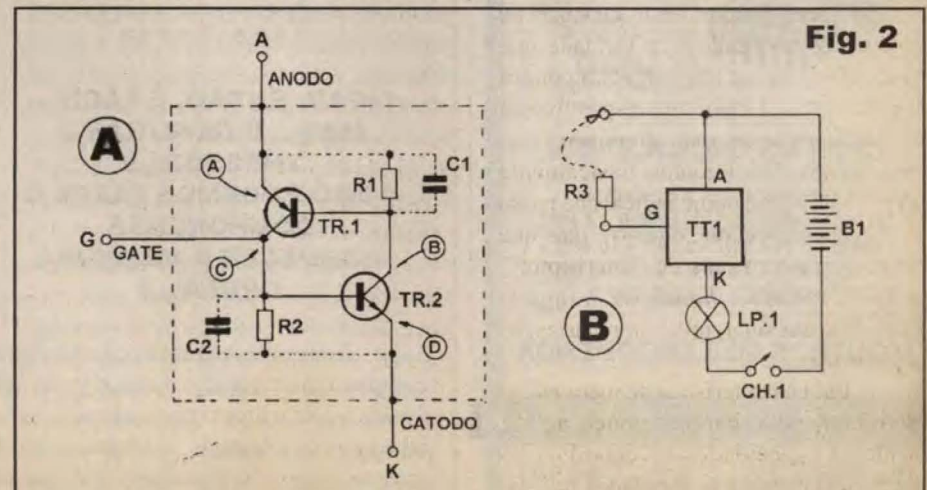

FIG. 2 - DETALHANDO A SIMULAÇÃO DE UM TIRISTOR A PARTIR DE TRANSÍSTORES
Falou, Cidão...! Ocorreu realmente a falha de desenho por você indicada, tanto que estamos republicando (ver **FIG. B**) o citado esquema, que deve ser considerado pelo caros Leitores no lugar da original **FIG. 1 - PÁG. 20 - APE 80**...! Se o indicado pino 14 do 4013B não for ligado à linha de alimentação (positivo, 12 VCC...) nem o dito integrado, nem o circuito como um todo, funcionarão...! Além da sua atenção (da qual não duvidamos, pois como todo bom baiano você deve ser do tipo que "finge estar ouvindo o Olodum" mas - na verdade - está fiscalizando tudinho à sua volta...), colaborou para ter encontrado o lapso o fato de ter realizado a montagem em matriz de contato, a partir - diretamente - do esquema, com o que ficou logo óbvia a falta da conexão da alimentação positiva do 4013B (via pino 14 do dito cujo...). Agradecemos a você pelo cuidado e colaboração, e pedimos desculpas a todos pelo erro (fazemos o possível para que não ocorram, mas somos humanos e longe-longo, damos nossas escorregadinhas, como todo mundo...). Lembramos, porém, que tanto o lay out do circuito impresso (**FIG. 2 - PÁG. 21 - APE 80**) quanto o próprio chapeado (**FIG. 3 - PÁG. 21 - APE 80**) estão corretos, incluindo a tal ligação que faltou no esquema...! Assim, quem realizou (ou vier a realizar...) a montagem diretamente pelos diagramas da placa, não encontrou problemas e -
O terceiro modo prático de fazer o tiristor esquecer sua condição de ligado é simplesmente oferecer um momentâneo desvio para a corrente que o percorria, colocando - por exemplo - em curto, por um breve instante, seu anodo com seu catodo (ou, no diagrama da FIG. 2-A, momentaneamente curto-circuitando dos emissores de ambos os transistores, pontos (A) e (D)...).